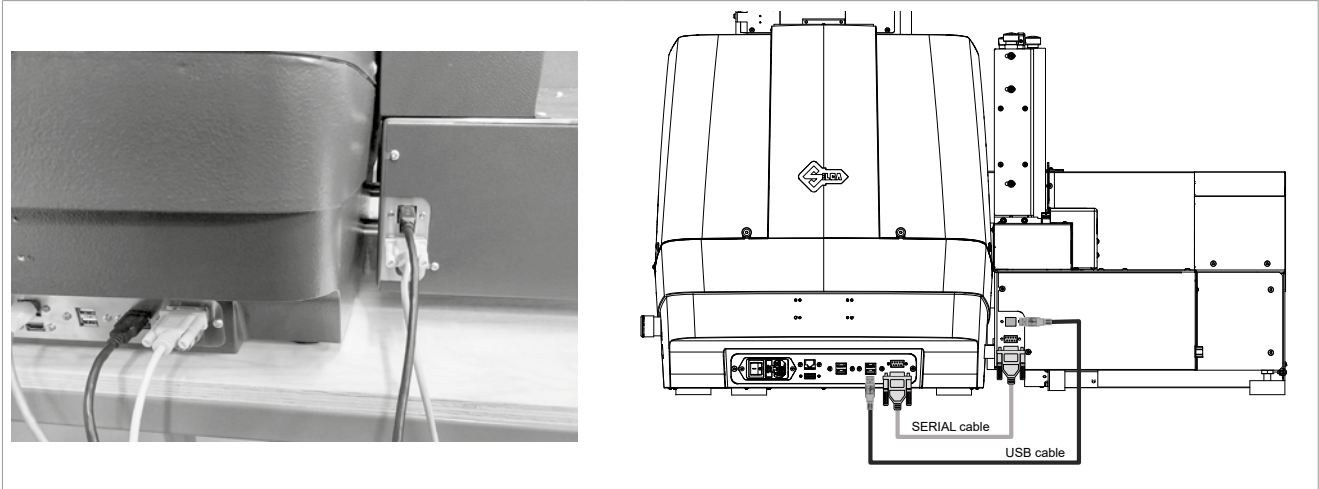

Bild 115
- 1) Die Maschine mit dem Hauptschalter (B) auf der Rückseite ausschalten.
- 2) Die Kabelverbindung zwischen der Maschine und der Zuführungseinheit überprüfen (Bild 115).